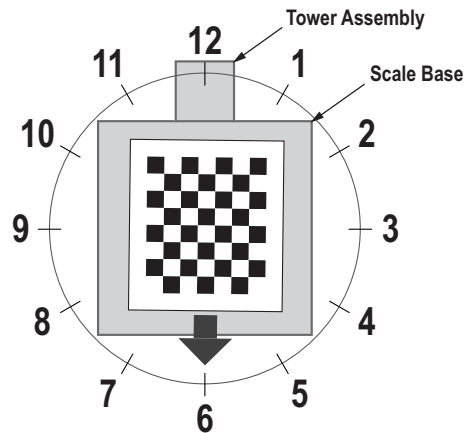

Figura 5-10. Gire a las 6 en punto
9. Alinee el objeto de calibración de modo que las cruces estén centradas. Gire el objeto de calibración a las 6 en punto con el conjunto de la torre a las 12 en punto. (Figura 5-10).